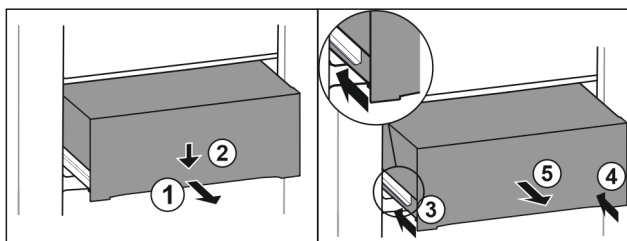

Fig. 97
- ▶ Изтеглете чекмеджето наполовина. Fig. 97 (1)
- ▶ Натиснете надолу чекмеджето от предната страна. Fig. 97 (2)
- ▶ Вкарайте лявата релса приблизително 2 cm навътре. Fig. 97 (3)
- ▶ Вкарайте дясната релса приблизително 2 cm навътре. Fig. 97 (4)
- ▶ Извадете чекмеджето напред. Fig. 97 (5)